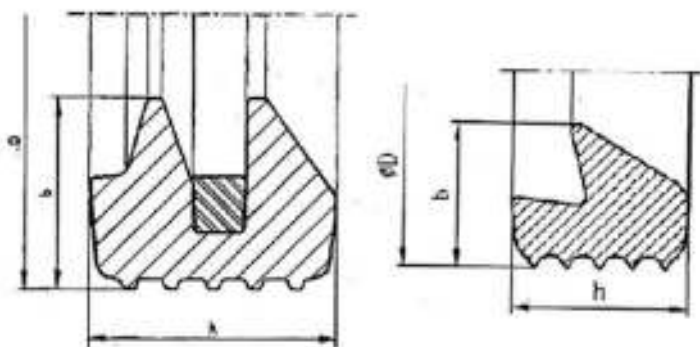

Рисунок 4.
4.3. Виды уплотнительных колец приведены на Рис. 4 и их основные размеры приведены в таблице 7 и 8.